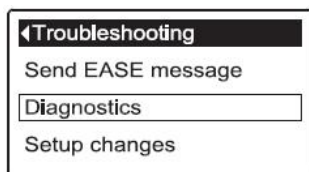

РИС. 83
2. Для отображения экрана Диагностики с любого из прокручивающихся экранов (когда код ошибки не отображается), нажать кнопку ВЫБРАТЬ (O) для отображения **Главного меню**.
4. Нажать кнопку ВЫБОР (O) для отображения меню **Дополнительные установки**.
6. Нажать кнопку ВЫБОР (O) для отображения меню **Устранение неисправностей** (См. Рисунок 83).
1. С любого прокручивающегося экрана статуса нажать кнопку ВЫБОР (O) для отображения **Главного меню**.
3. Нажать кнопку ВЫБОР (O) для отображения меню **Дополнительные установки**.
5. Нажать кнопку ВЫБОР (O) для отображения меню **Устранение неисправностей** (См. Рисунок 83).
- **Отмена** возвращает к меню Устранение неисправностей (Рисунок 83).
9. Нажать кнопку ВЫБРАТЬ (O).